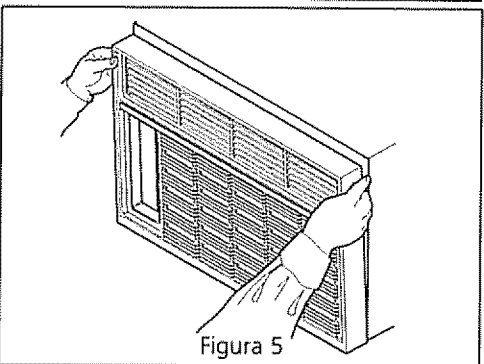
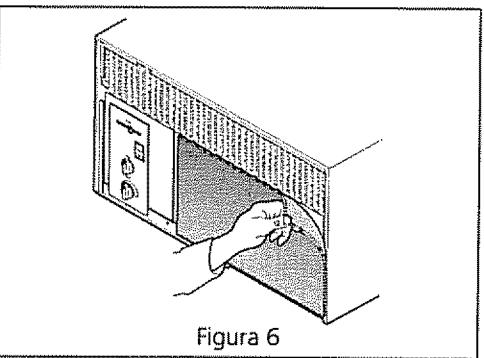

Figura 5
Figura 6
- Quite el tornillo ranurado de cada lado de la caja con un destornillador Phillips #2. Apriete el frente hacia abajo y jálelo hacia usted para desprenderlo de su traba (Figura 5). Levante el frente. Saque el filtro de su hueco (Figura 6)